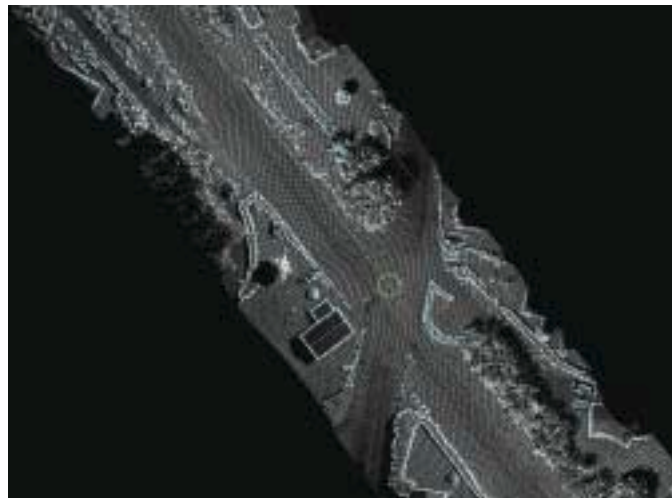

Figure 7
- Un autre filtre localise les limites des éléments bâtis, des clôtures, des haies, des boîtiers et des poteaux par comparaison des élévations. (figure 7)